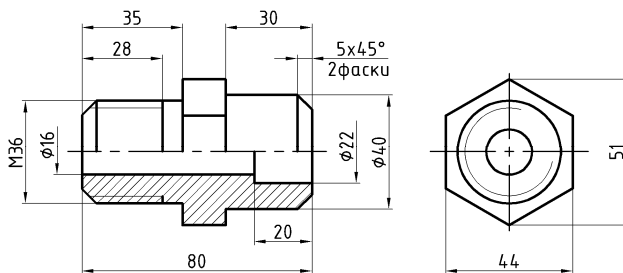

Рис. 103. Нанесение размеров
2. На созданный контур нанести необходимые размеры: линейные размеры, диаметры окружностей, размеры фасок (рис. 103).